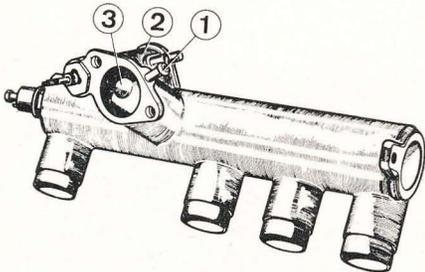

Fig. 44. — Répartiteur sur moteur XC KF2.
— Une prise de dépression (1) pour l'Hydrovac (fig. 44).